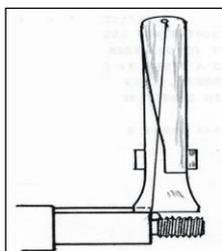

Figura 13 Estrazione della linguetta
29. togliere la linguetta girante (POS. 500) utilizzando delle tenaglie come in Figura 13